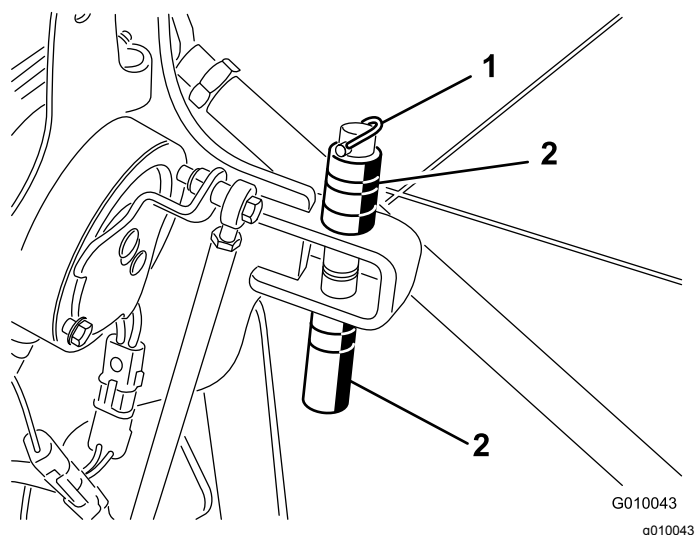

Figure 29
2. Retirez la goupille à anneau qui maintient les entretoises et les goupilles de profondeur (Figure 29).